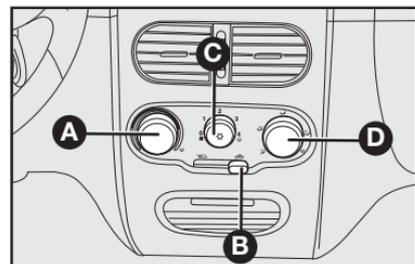

fig. 68
COMANDOS - fig. 68
1) Mando para la temperatura del aire **A-fig. 68** totalmente posicionado a la izquierda.
2) Cursor del ventilador **C-fig. 68**: posicionado en la velocidad máxima.
3) Mando para la distribución del aire **D-fig. 68** indicador en , para controlar que todas las salidas de aire estén abiertas.
4) Conecte el aire acondicionado abriendo el selector **C-fig. 68**.
El aire acondicionado es muy útil para acelerar el desempañamiento porque deshumece el aire. Es suficiente regular los mandos para la función de desempañamiento, y activar el aire acondicionado, presionando el pulsador **C-fig. 68**.
1) Acondicionador de aire conectado **C-fig. 68**.